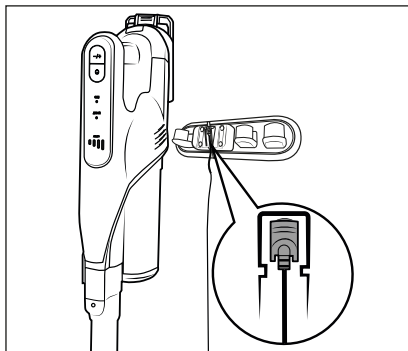

Fig. 6
- ◆ Așezați aspiratorul în suportul pentru perete **18** de sus în jos, astfel încât conectorul-tăță **11** să intre în mufa de încărcare **3** de pe partea inferioară a aparatului. Afișajul bateriei **27** începe să lumineze intermitent și procesul de încărcare începe (a se vedea fig. 6 și 7).